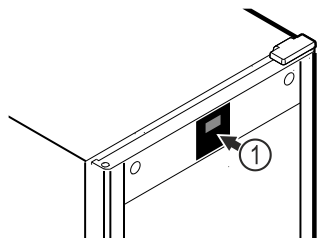

Fig. 52 Ilustrační zobrazení
Teploměr je kalibrován již z výroby (offset +6 Kelvinů). Pokud se vnitřní teplota liší od teploty na ukazateli teploty Fig. 52 (1), můžete teploměr kalibrovat.